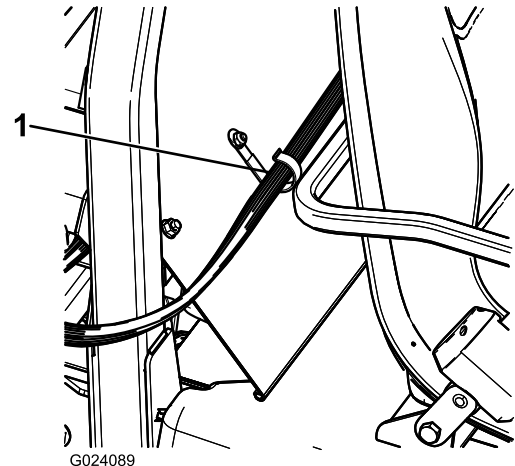

Bild 22
2. Befestigen Sie einen Hakenclip mit einer Schraube (1/4" x 1/2") und einer Bundmutter (1/4") hinter dem Passagiersitz (Bild 22).
3. Befestigen Sie den Kabelbaum der Steuerkonsole mit den Hakenclips an der Konsole und der Überrollschutzabdeckung (Bild 22).